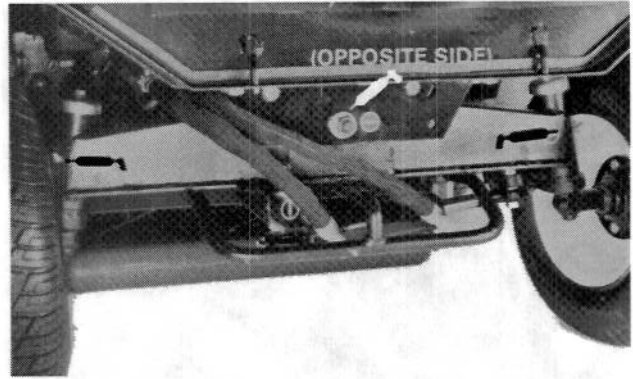
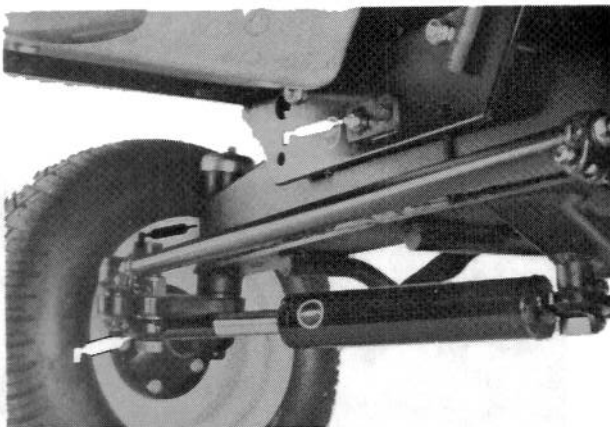

Figure 25
Figure 24
Machines à deux roues motrices—extrémité cylindre (2), ensembles barre d'accouplement (2) (Fig. 24); pivot central (1), axes (2) (Fig. 25).